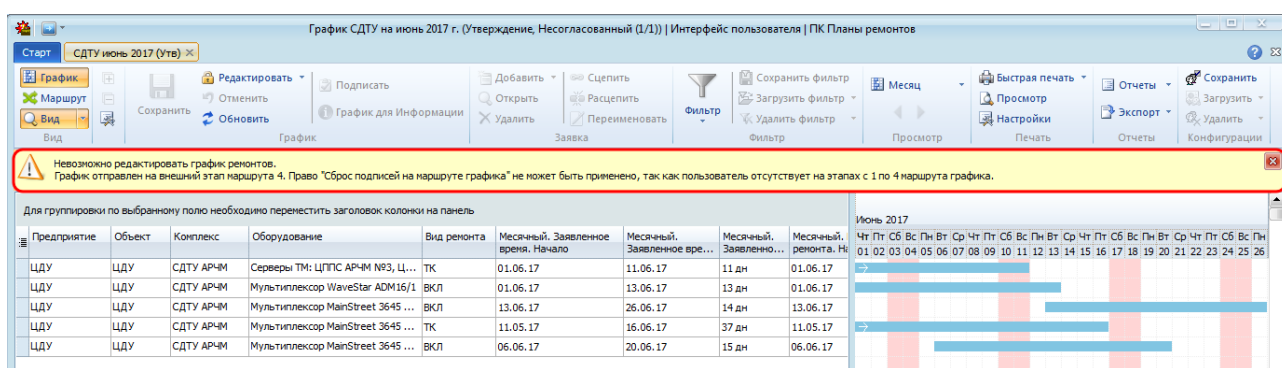

Рисунок 10.63 – Отображение информации о том, что сброс подписей не возможен
- если пользователь наделен правом «Сброс подписей на маршруте графика» и не находится на маршруте графика с этапа N по этап K, то при нажатии на кнопку « Редактировать» выводится предупреждающее сообщение (Рисунок 10.63).